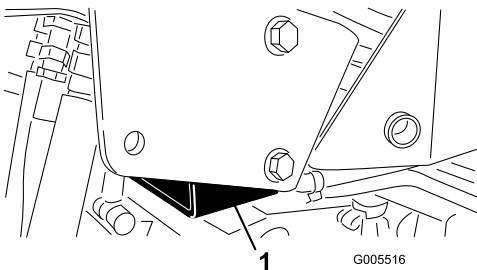

Figura 26
- Lado direito – debaixo do tapete do macaco e próximo do suporte de apoio do ROPS (Figura 26)